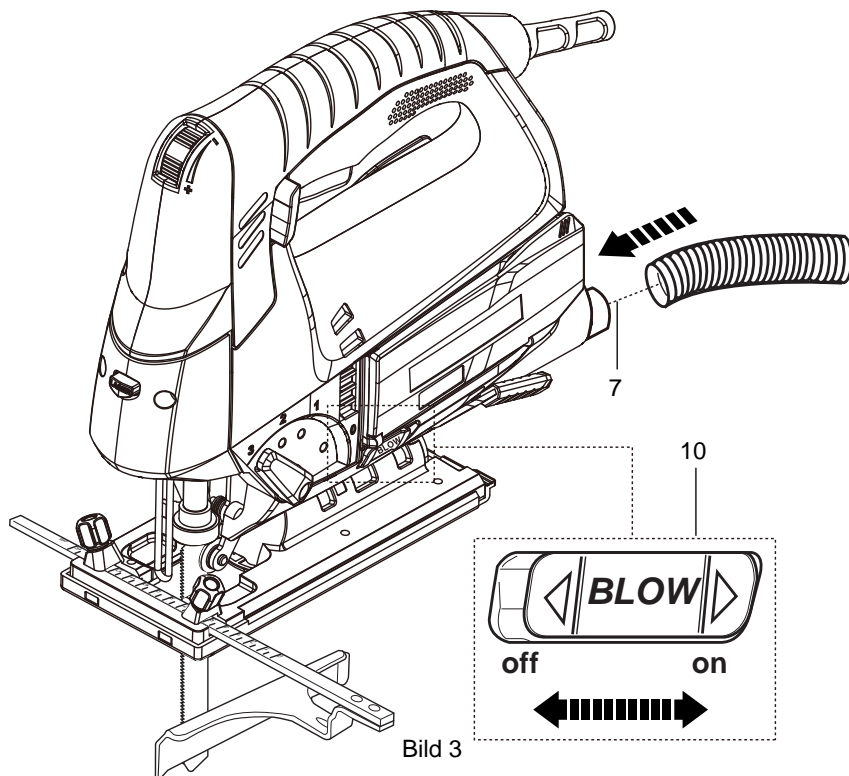

Bild 3
Koppla på lämplig dammutsug, t.ex. en passande dammsugare, på dammutloppet (7) (bild 3).
1. Sätt blåsomkopplaren (10) i "till"-läge när produkten inte är ansluten till ett dammutsugssystem så att damm och spån blåses bort från sågområdet.
2. Sätt blåsomkopplaren (10) i "från"-läge när produkten är ansluten till ett dammutsugssystem så att damm och spån kan sugas upp.